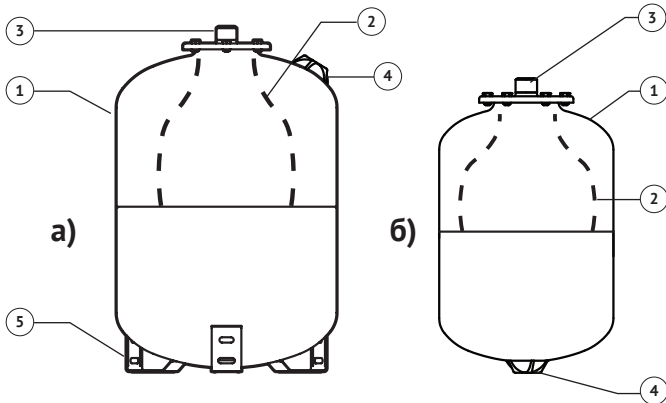

Рисунок 1 – Устройство расширительного бака
Баки напольного исполнения (см. рисунок 1а) выпускаются с верхним расположением присоединительного фланца и имеют опорные ножки (поз. 5) для крепления к поверхности.
Баки настенного исполнения (см. рисунок 1б) выпускаются без опорных ножек.
Регулировка давления воздуха осуществляется при помощи ниппеля, установленного под крышкой (см. рисунок 1, поз. 4), путем подкачки или выпуска воздуха при отсутствии теплоносителя в расширительном баке. Для подкачки воздуха используйте компрессор.
- 2 Не реже одного раза в год необходимо проверять давление воздуха в воздушной камере расширительного бака при помощи манометра, подключив его к ниппелю, находящемуся под крышкой (см. рисунок 1, поз. 4).